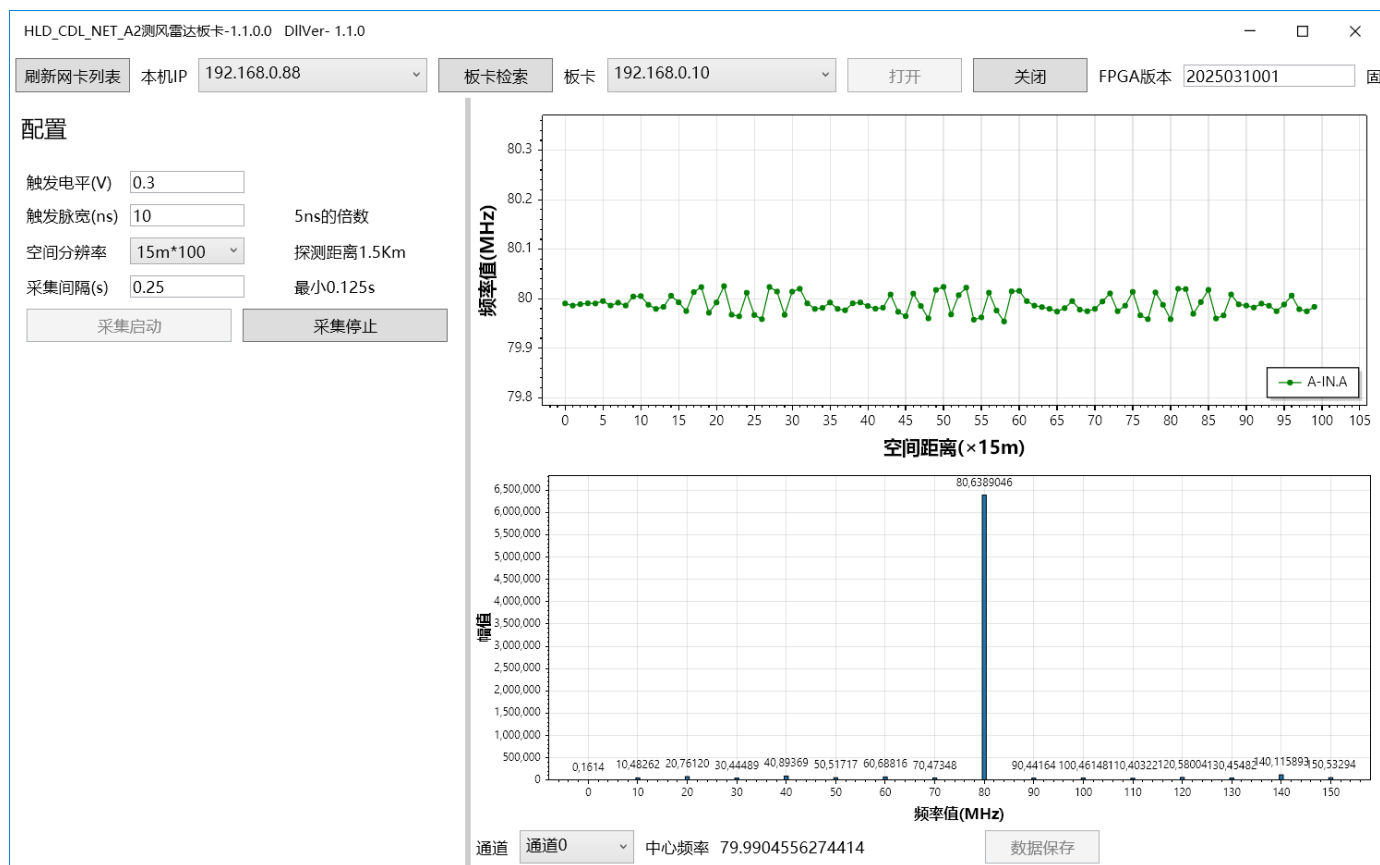

图3 Demo软件界面（80MHz）
- 1) 上图3所示软件界面中，点击“刷新网卡列表”，会显示出本机IP，若是多网口可从下拉列表中选择与板卡连接的IP，注意本机IP要设置成192.168.0.X，X不能为10。